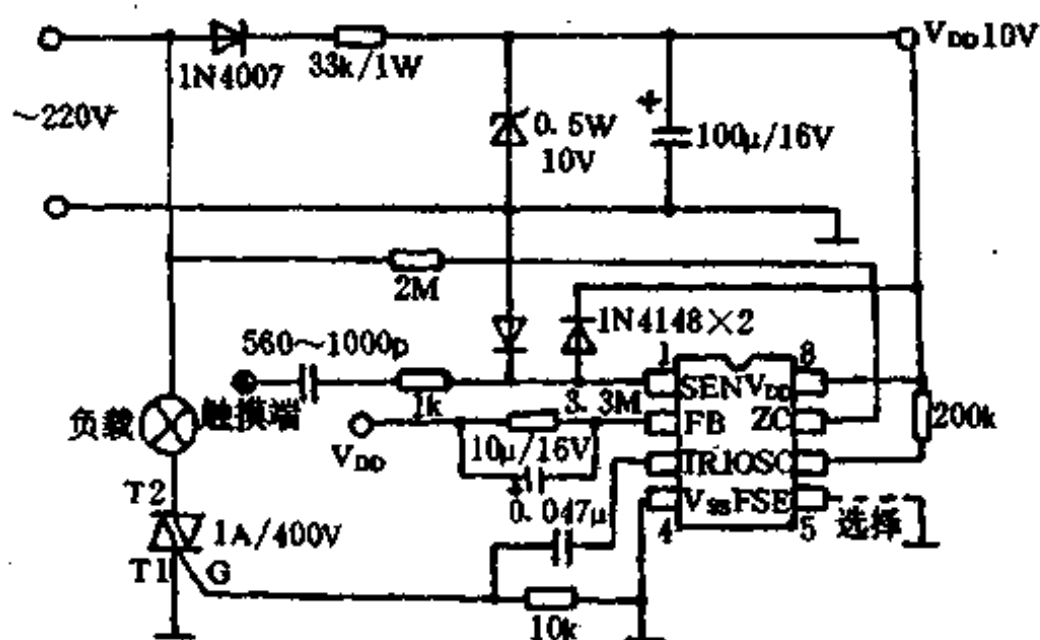

图 1-220
原理说明: 交流电经整流滤波后, 获得 10V 的直流电压, 供触摸调光集成块工作。原理图如图 1-220 所示。图中该集成块的①脚为触摸控制端, $1000p$ 电容作隔离用, ②脚为脉冲输出, 控制可控硅导通角, 达到控制亮度的目的。